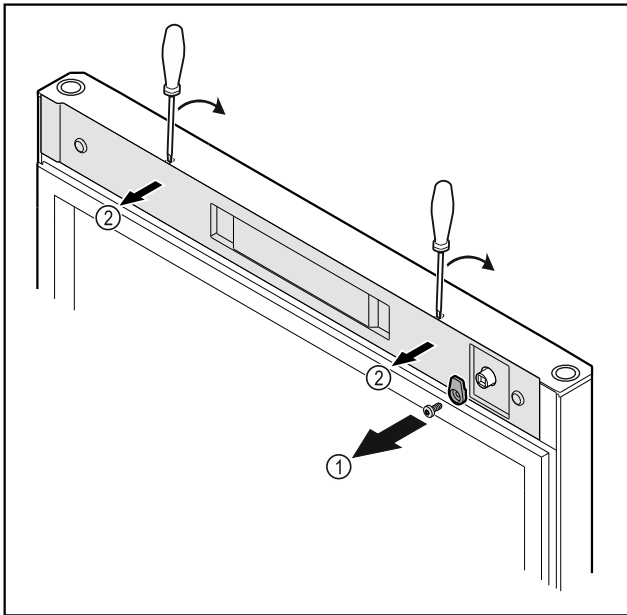

Fig. 10
- ▶ Odskrutkujte zatvárací hák Fig. 10 (1).
- ▶ Odistite kryt Fig. 10 (1) malým skrutkovačom a odoberte ho.